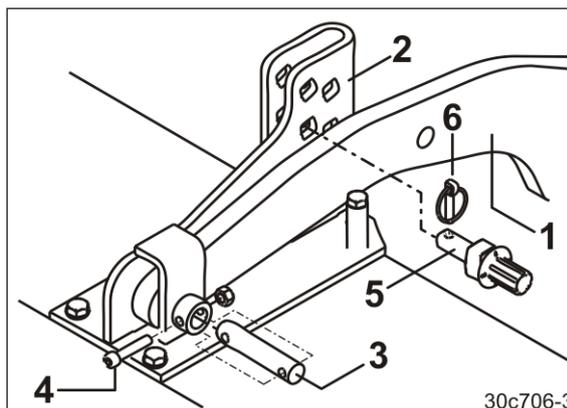

Fig. 83
4. Fixer le bras support de rouleau (Fig. 83/1) au moyen d'un axe (Fig. 83/3) sur le segment de réglage (Fig. 83/2). Bloquer l'axe en utilisant une vis et un écrou (Fig. 83/4).
5. Insérer un axe de réglage de profondeur (Fig. 83/5) dans l'alésage le plus proche possible du bras support et sécuriser l'axe à l'aide d'une goupille (Fig. 83/6).